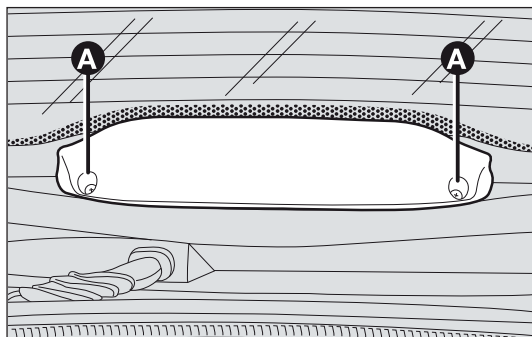

fig. 157
- ☐ svitare le due viti A-fig. 157 ed asportare il ricoprimento completo;